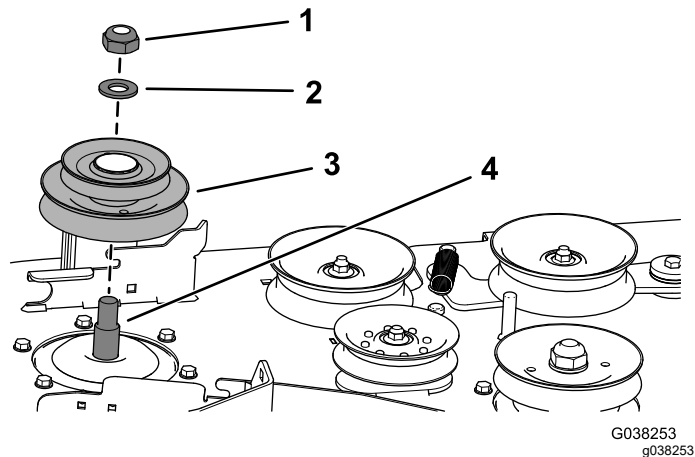

Figura 30
A. Utilizzate il dado di bloccaggio ($\frac{3}{4}$ " e la rondella per fissare la nuova puleggia doppia sull'albero del mandrino di destra (Figura 30).